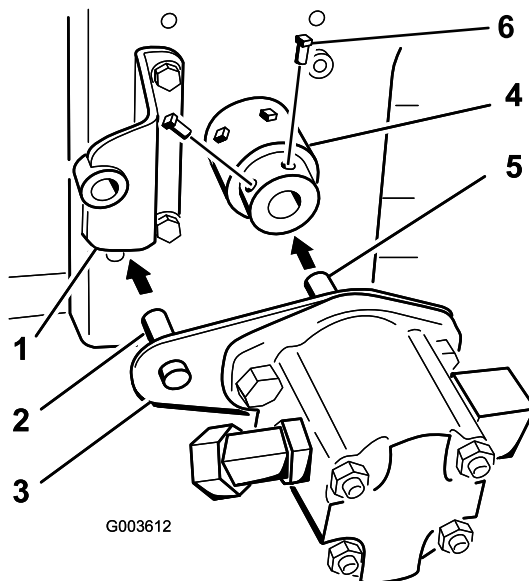

图 20
注意 液压泵轴应与发动机 PTO 轴的端部接触图 20。
11. 为 2 个固定螺丝 5/16 x ¾ 英寸涂抹可清除的防松螺纹油并将它们装入轮毂总成从而固定液压泵轴图 20。